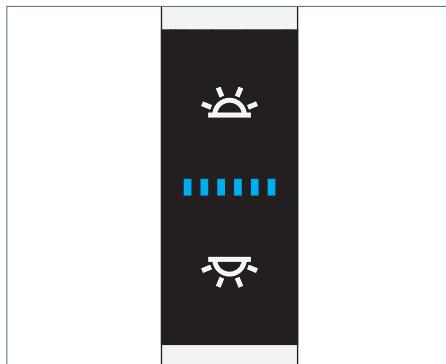

Fig. 10: Élément de commande.
- ▶ Appuyez sur la touche supérieure, voir Fig. 10.
- ▶ Appuyez sur la touche inférieure, voir Fig. 10.
- ▶ Appuyez sur la touche inférieure et tenez-la appuyée, voir Fig. 10.
- ▶ Appuyez sur la touche supérieure et tenez-la appuyée pendant au moins une seconde, voir Fig. 10.
- Appuyez sur la touche supérieure et tenez-la appuyée pendant au moins une seconde ou éteignez et allumez de nouveau VTL, voir Fig. 10.